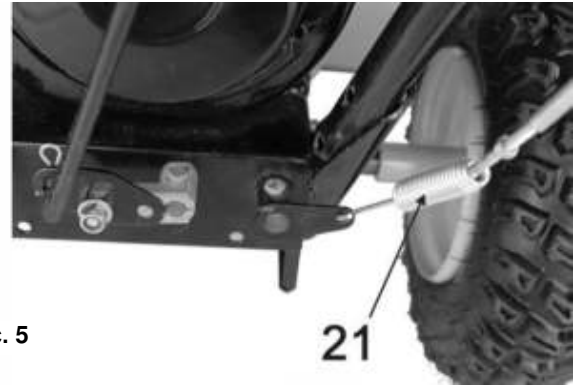

Рис. 5
- Нижний конец троса привода колес со спиральной пружиной (20)(См. Рис.5) зацепите с кольцом натяжного кронштейна. Гайкой ограничения хода пружины отрегулируйте допуск троса.
- Нижний конец троса привода шнека (21)(См. Рис.5) зацепите с отверстием в тяге. Гайкой ограничения хода пружины отрегулируйте допуск троса.